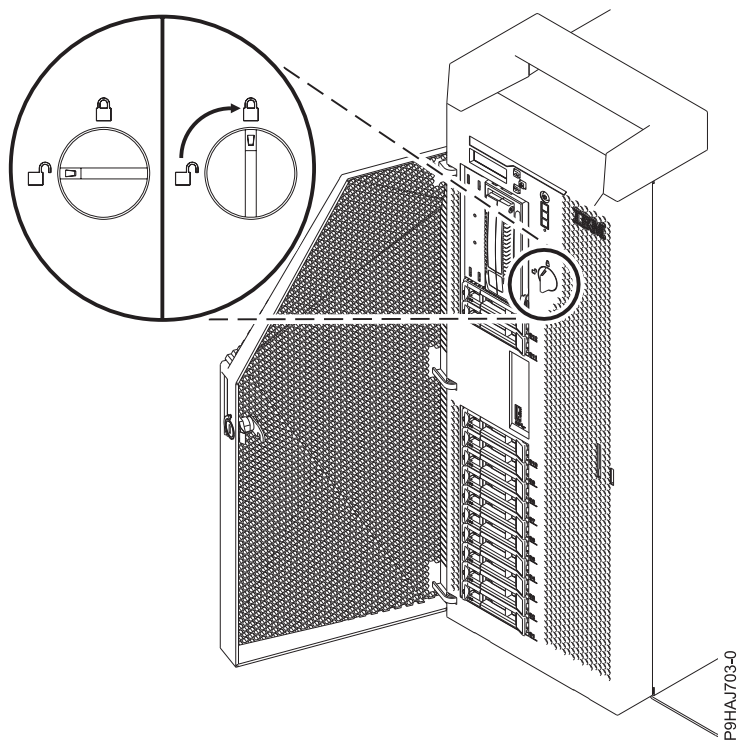

Figura 19. Cierre del pestillo de la cubierta frontal
4. Gire el pestillo de la cubierta hacia la derecha (en el sentido de las agujas del reloj) para bloquear la cubierta tal como se muestra en la Figura 19 en la página 34. En posición vertical está bloqueada, en posición horizontal está desbloqueada.